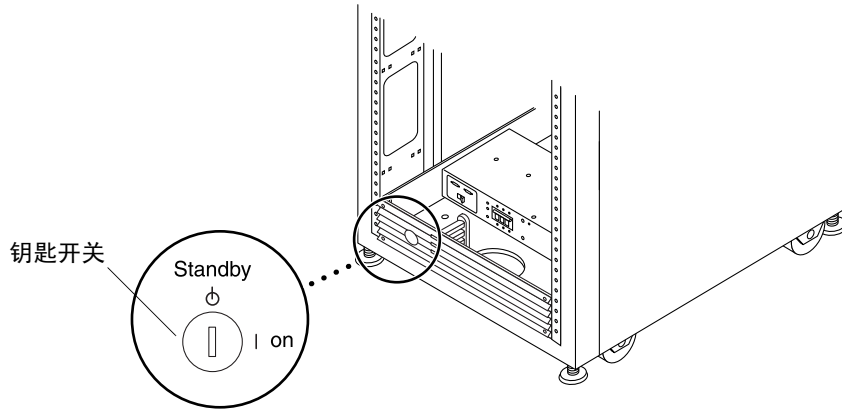

图 4-1 钥匙开关在前面板底部的位置
1. 确认扩充机柜前面板底部的钥匙开关处于 Standby（待机）位置（图 4-1）。
2. 将存储系统前部的钥匙开关旋转到 Standby（待机）位置（图 4-1）。